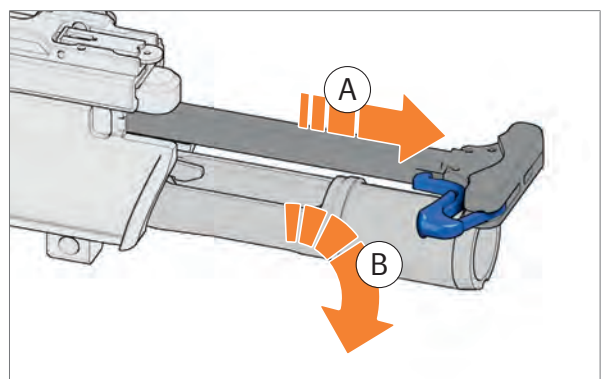

Abb. 95: Verschluss entnehmen
3. Verschluss aus dem Gehäuseoberteil entnehmen (Abb. 95).